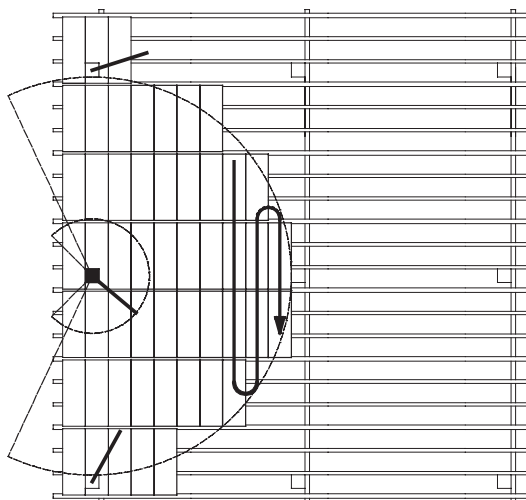

Figure 35. *Processus de pose de plancher.*
1. Planifiez toujours l'implantation à l'avance et assurez-vous que l'endroit choisi pour le premier SkyReach est le plus approprié. Il est extrêmement important que la surface protégée soit couverte de manière progressive en formant une rive d'attaque et en travaillant depuis l'ancrage SkyReach dans l'ordre de priorité détaillé sur la Figure 35.